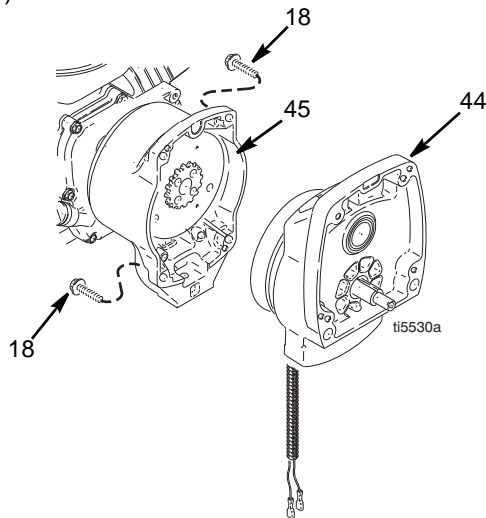
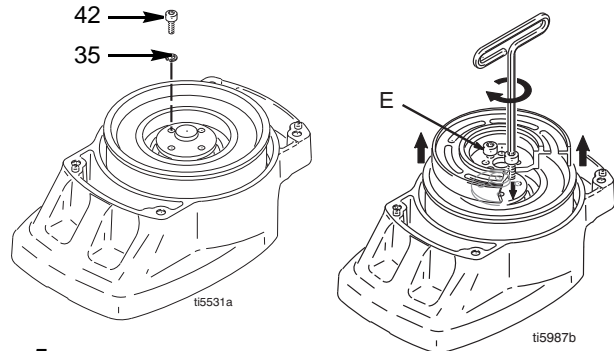

FIG. 4
FIG. 5
4. FIG. 4. Enlever les quatre vis (18) et la pignonnerie (44).
1. FIG. 5. Placer le pignon (44) sur un établi avec le rotor orienté vers le haut.
2. Enlever les quatre vis (42) et les rondelles (35). Introduire deux vis dans les trous taraudés (E) du rotor. Serrer alternativement les vis jusqu'à ce que le rotor sorte.
4. FIG. 5. Placer la pignonnerie sur un établi avec le rotor orienté vers le haut.
5. Enduire les vis de loctite. Mettre les quatre vis (42) et les rondelles d'arrêt (35). Serrer alternativement les vis à 125 in-lb jusqu'à ce que le rotor soit solidement fixé. Utiliser les trous taraudés pour maintenir le rotor.
6. FIG. 4. Fixer la pignonnerie (44) avec quatre vis (18).